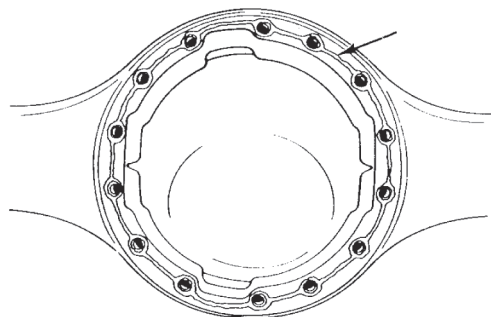

Figura 92
- A- Aplique silicona neutra en la boca de la carcasa. Ver sección JUNTA QUÍMICA (figura 92).